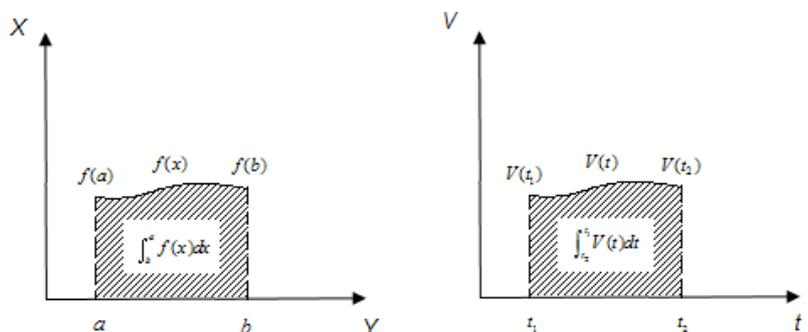
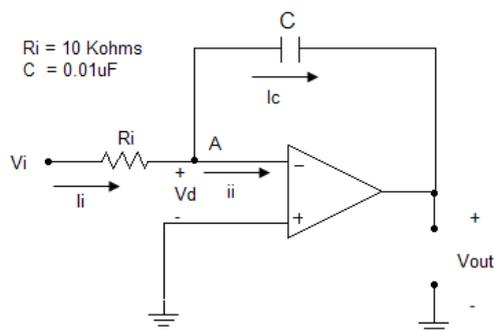

Figura 1. Representación de una integral como área debajo de una curva y del voltaje en el tiempo.
Figura 2. Amplificador Integrador.
Puede pensarse que la integración consiste en determinar el área situada debajo de una curva. Como un opam integrador opera con un voltaje durante un periodo, como se ilustra en la figura 1. Un amplificador operacional integrador tiene el circuito que se ilustra en la figura 2.
1. Simulación del circuito de la figura 2 en multisim.
- a. Diseñe el circuito de la figura 2 en multisim.
2. Armado del circuito de la figura 2.
- Arme el circuito de la figura 2 en protoboard.